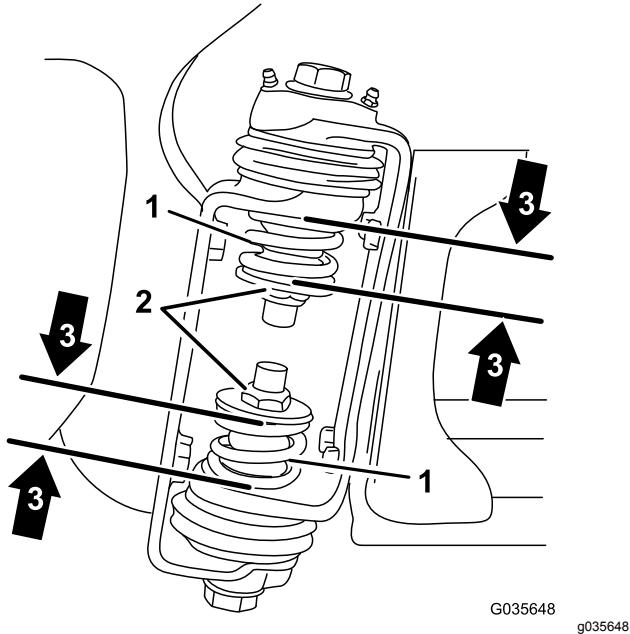

Bild 4
3. Messen Sie am Scharnier des Auslegers die Komprimierung der oberen und unteren Federn, wenn die Ausleger ausgefahren sind (Bild 4).